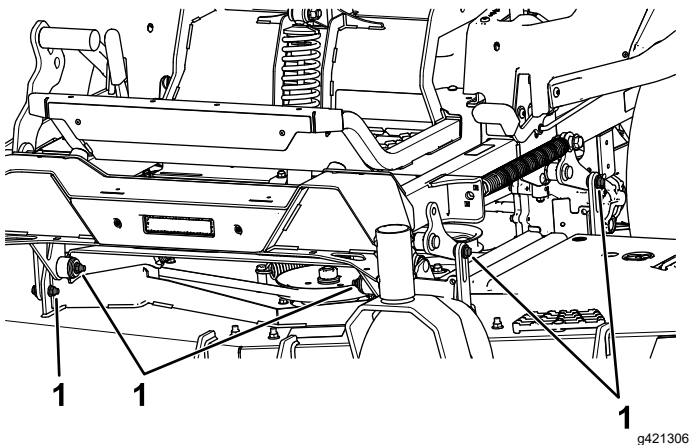

Figura 89
7. Retire y guarde los pernos y las tuercas de ambos lados de la máquina (Figura 89).